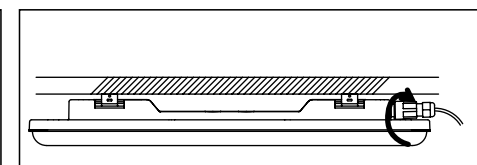

Рис. 4
- Соедините быстросъемный разъем и надежно закрутите его, чтобы добиться герметичности (рис. 4).